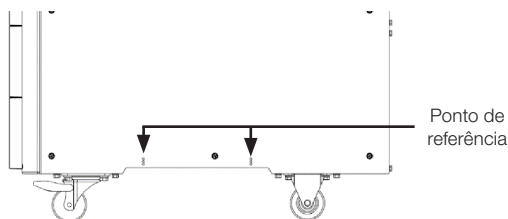

Figura 5.4: Pontos de referência para posicionamento das cintas de içamento
- Para retirar o produto da base de madeira da embalagem, deve-se utilizar equipamento adequado. Recomenda-se utilizar cintas e equipamentos adequados para içamento. As cintas de içamento devem ser posicionadas na direção dos pontos de referência, destacados na Figura 5.4 na página 5-3 a seguir: